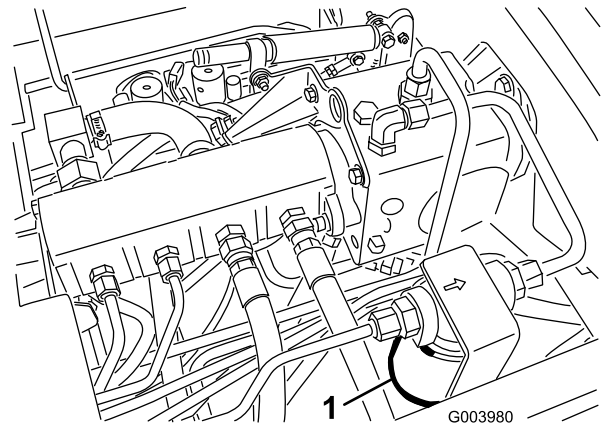
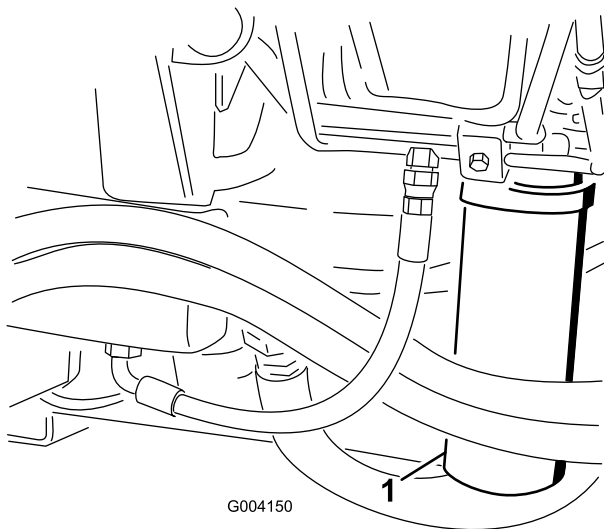

図 79
図 80
2. フィルタ取り付け部付近をきれいに拭い、下に容器を置く（図 79 と図 80）。